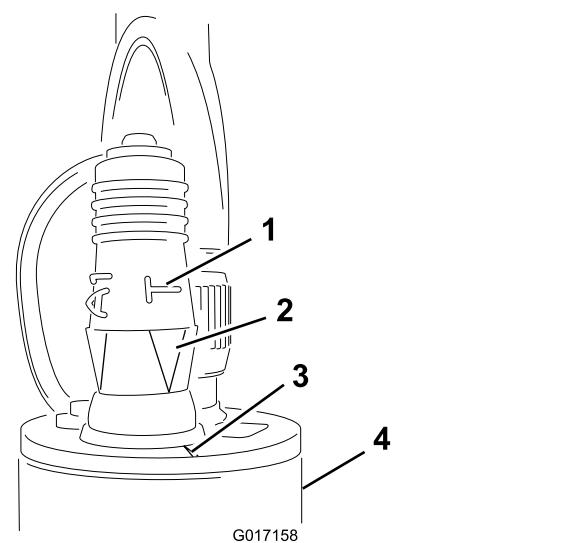

Рисунок 22
3. Установите разъем программирования на датчик (Рисунок 22).
**Внимание:** Убедитесь, что стрелка под меткой «Т» на боковой поверхности совмещена с выемкой в верхней кромке датчика (Рисунок 22).